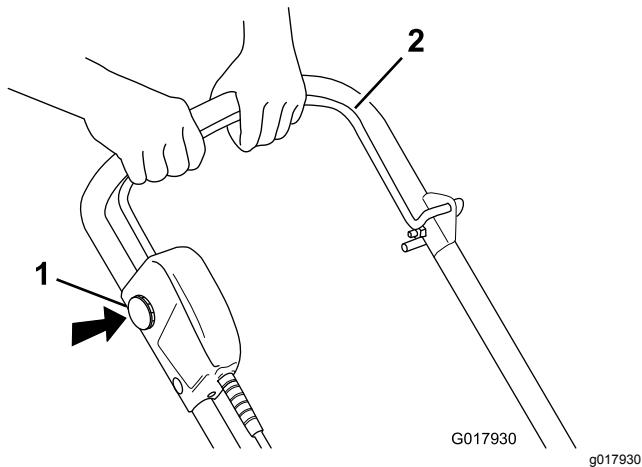

Figura 10
- Per avviare il motore, inserite il tasto di interblocco, tenete premuto il pulsante di interblocco e premete la barra di comando dell'alimentazione verso la stegola (Figura 10).